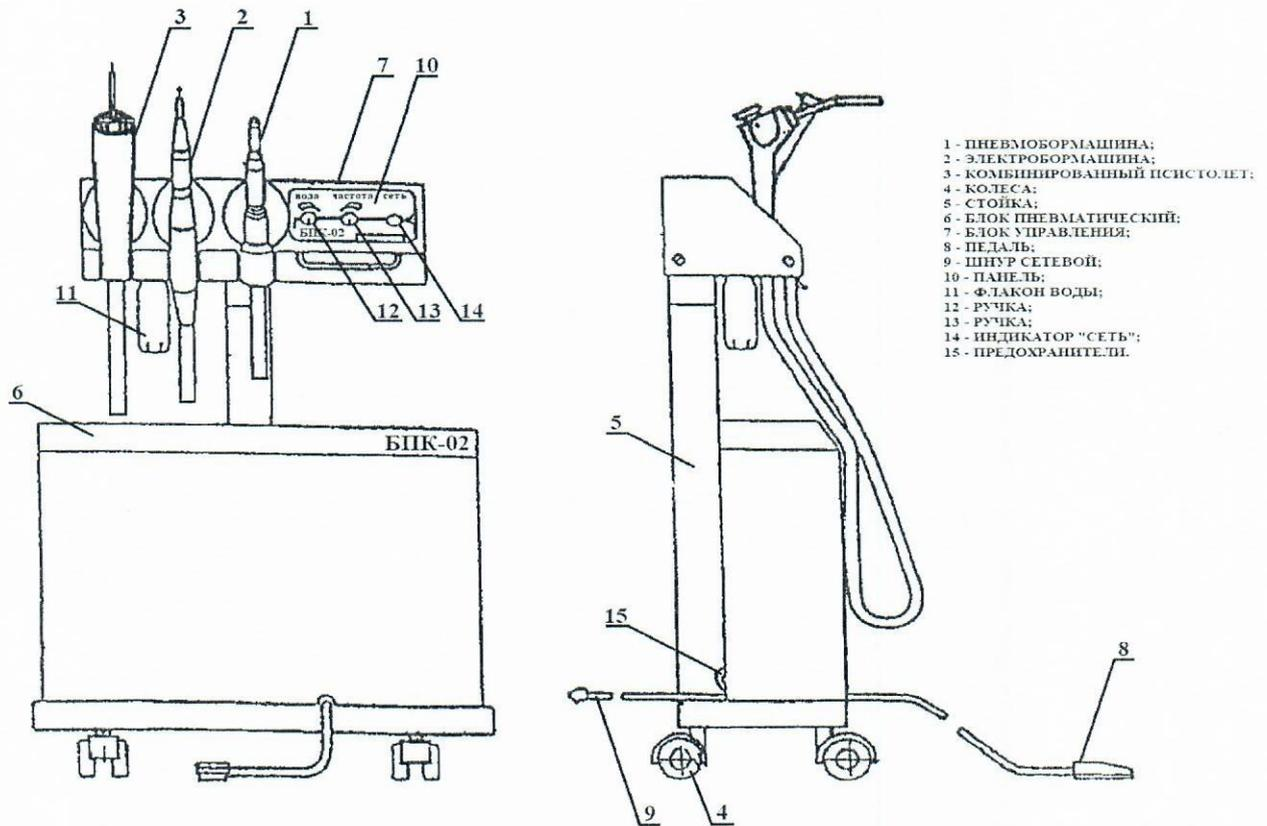

Рис. 1
4.1. Общий вид бормашины приведен на рис.1.
6.4. Вынуть из держателя электробормашину 2, включить педаль 8. Частота вращения инструмента бормашины регулируется ручкой 13 (рис.1). Убедившись в работоспособности электробормашины, включить ее и установить в держатель выступом наружу для лучшей фиксации инструмента (рис.1).